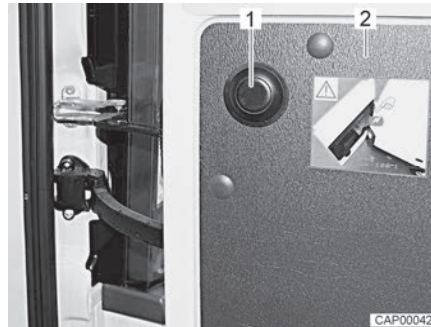

Bild 20 Druckknopf zum Lösen der Begrenzung
- Hecktür (Bild 20,2) bis zum Anschlag öffnen.
- Druckknopf (Bild 20,1) drücken, Hecktür festhalten und vorsichtig weiter öffnen.